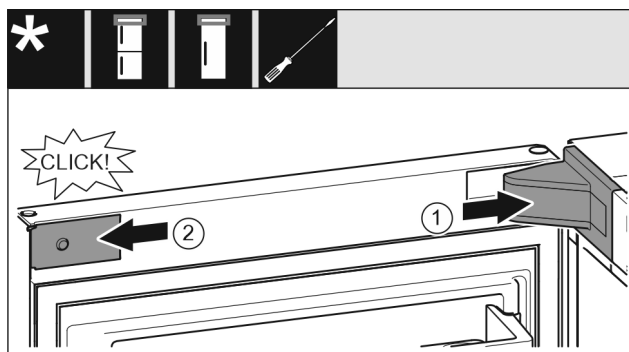

Fig. 21
- ▶ Așezați apărătoarea suporturilor de lagăr și fixați-o în poziție, după caz, desfaceți-o prin apăsare cu precauție. Fig. 21 (1)
- ▶ Aplicați și fixați în poziție masca. Fig. 21 (2)